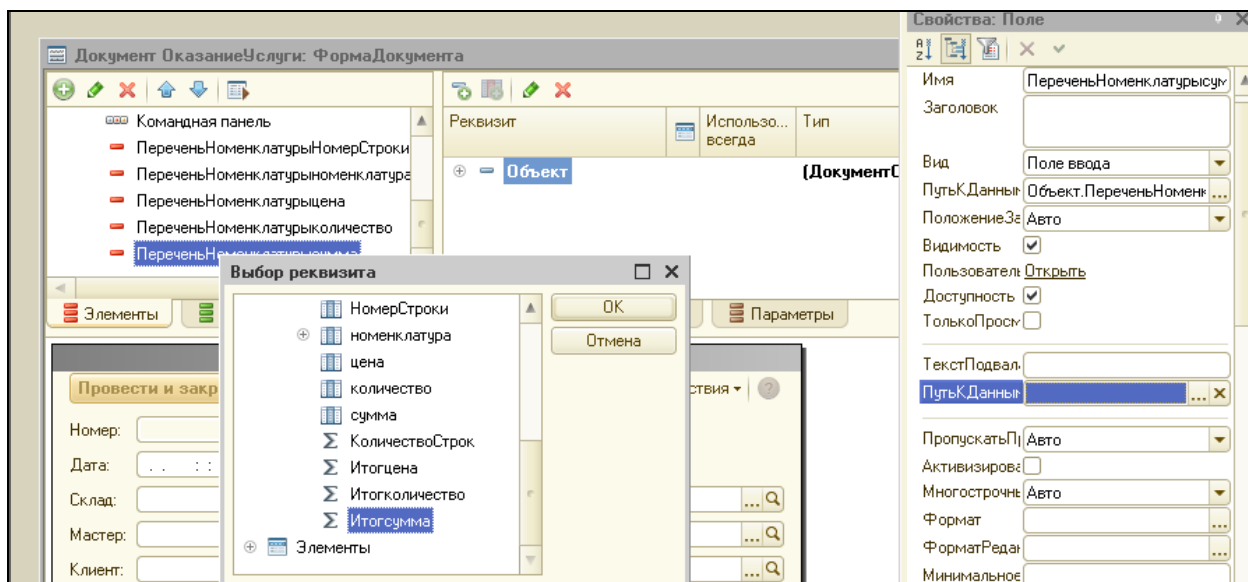

Рисунок 2.30 Настройка реквизита ИтогСумма
5. Для того чтобы отображался итог по сумме в подвале нажать на кнопку выбора в поле **ПутьКДаннымПодвала**. Раскрыть дерево реквизитов объекта и выбрать элемент **ИтогСумма** (рис. 2.30).